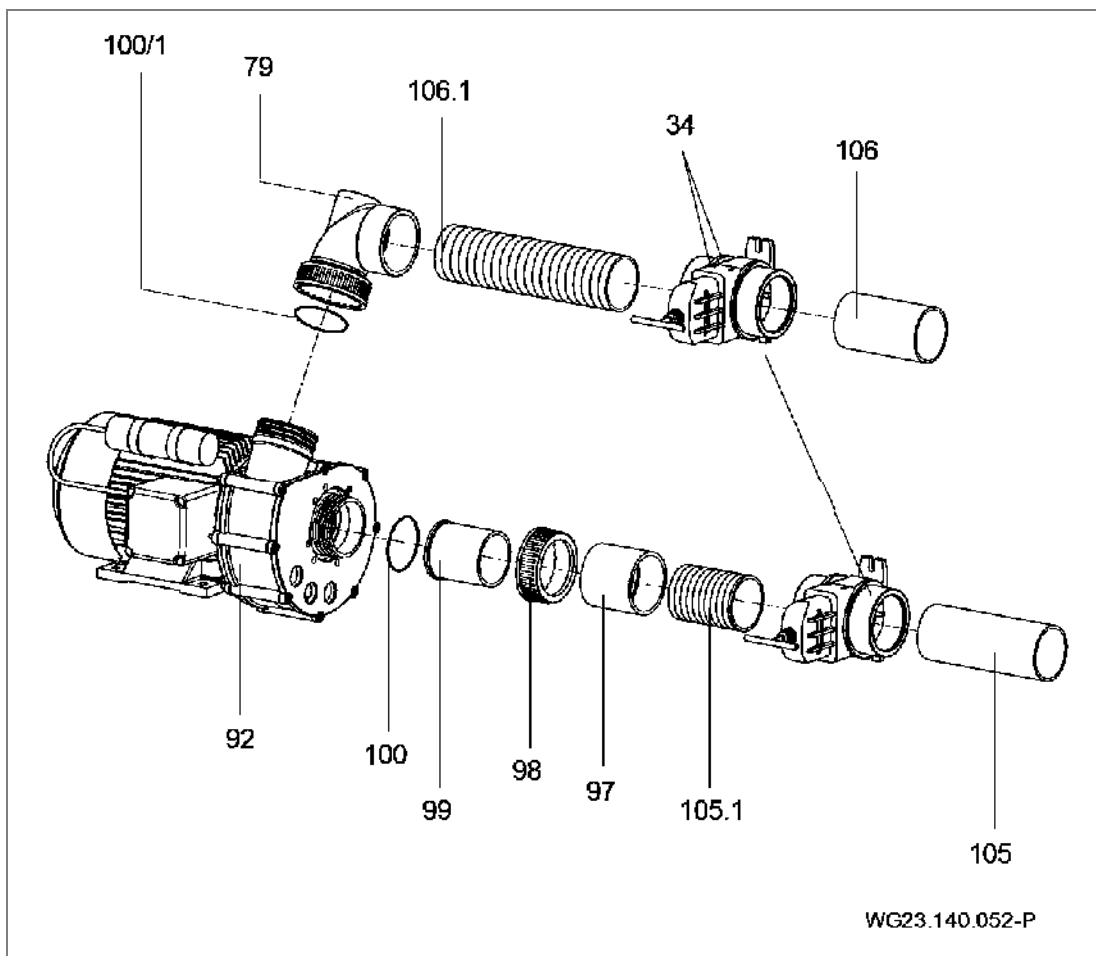

Рис. 21
12. Primavera: С помощью резинового молотка и защитной салфетки надеть колпачок регулировки количества (21/1) и воздуха (111). (Рис. 21)